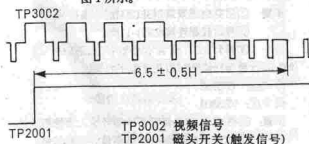

图1
②示波器 CH-2接TP3002;
③放校正用标准磁带(VFJ8125H3F);
④调节VR2001P,使相位移为 6.0 ± 0.5 H,如图1所示。